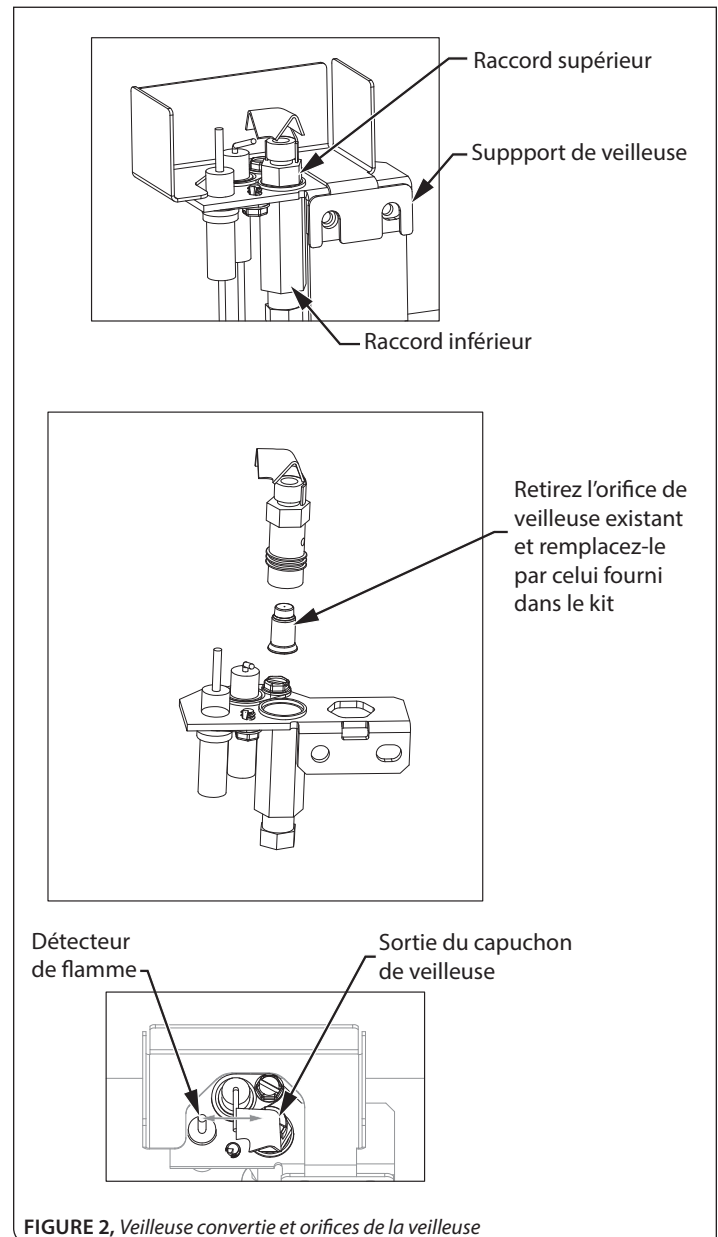

FIGURE 2, Veilleuse convertie et orifices de la veilleuse
- Step 1: Remove (2) screws securing the pilot assembly to the pilot bracket.
- Step 6: Verify the pilot hood is positioned as shown in FIGURE 2. Finally alignment of flame sensor and hood outlet is critical for proper ignition.
- Étape 1: Retirez les (2) vis retenant l'ensemble de veilleuse au support de veilleuse.
- Étape 6: Vérifiez que le capuchon de veilleuse est positionné tel que montré à la FIGURE 2. L'alignement final du détecteur de flamme et de la sortie du capuchon de veilleuse est primordial pour assurer un allumage adéquat.